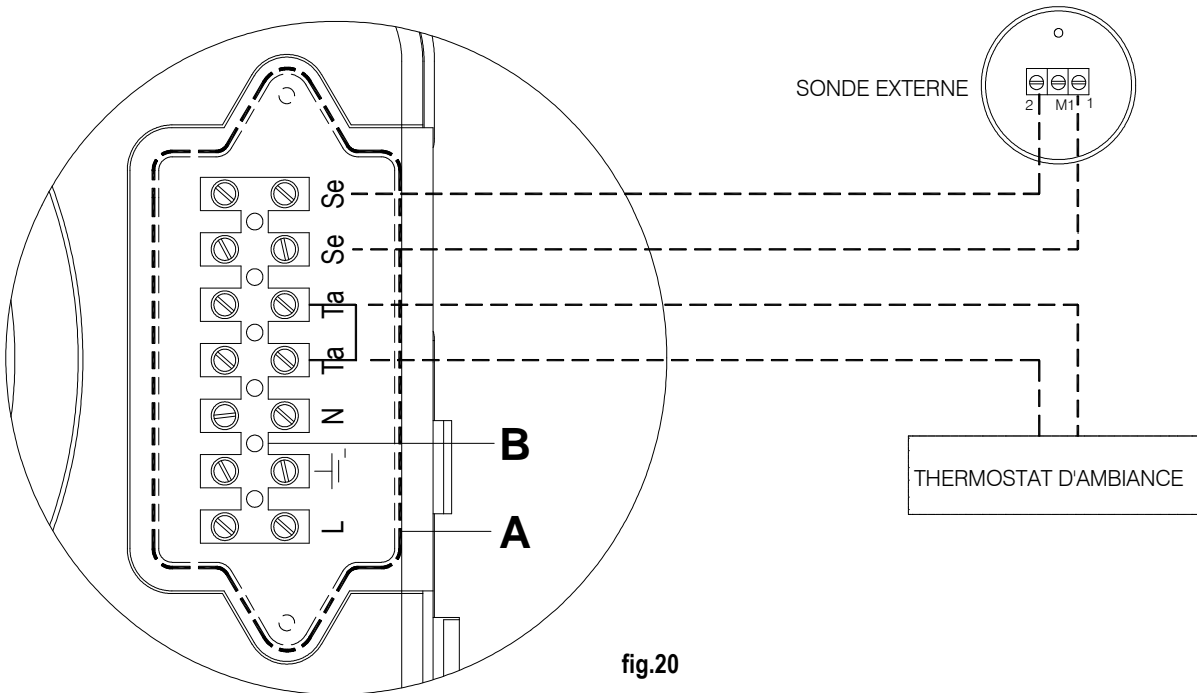

fig.20
**Brancher les câbles au bornier se trouvant à l'intérieur du tableau de commande de la façon suivante (voir fig.20) :**